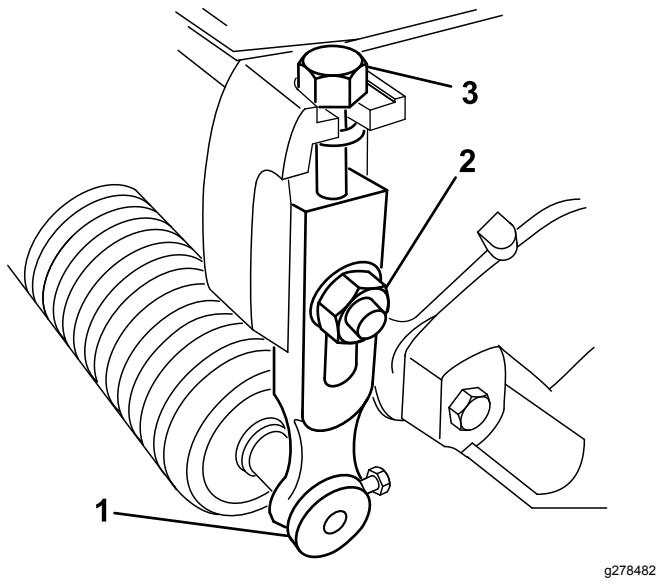

Bild 17
1. Lösen Sie die Sicherungsmuttern, mit denen die Schnitthöhenarme an den Seitenplatten des Mähwerks befestigt sind (**Bild 17**).